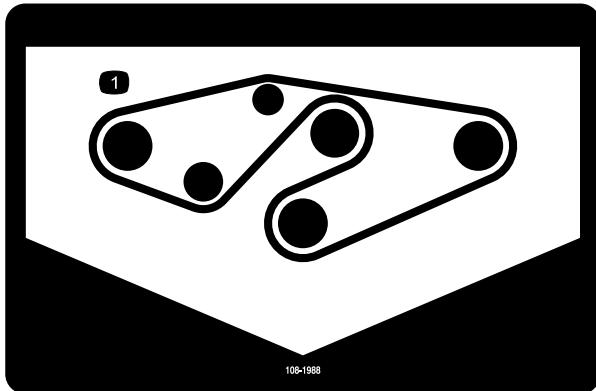

図 35
4. 図のように、スピンドルブーリとアイドラブーリに新しいベルトを回しかける (図 35)。